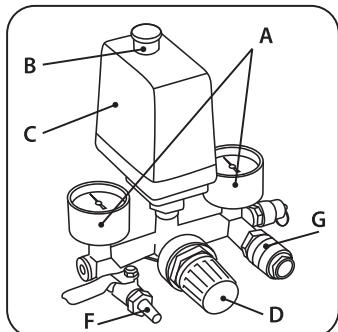

рис. 11
Регулировка и контроль выходного давления сжатого воздуха возможна с помощью выходного редуктора и манометра расхода выходного воздуха. Для выполнения этой операции нужно повернуть вентиль редуктора (D) (рис. 11) по часовой стрелке для увеличения давления, против часовой стрелки — для уменьшения давления. По окончании работы, рекомендуется перевести значение выходного давления на нуль по манометру (A) (рис. 11). Данная операция необходима, чтобы предотвратить увеличение погрешности манометра и быстрый износ редуктора.
Подключение пневматического инструмента к компрессору осуществляется с помощью выходного быстроъемного штуцера (G) или штуцера «елка» (F) (рис. 11).